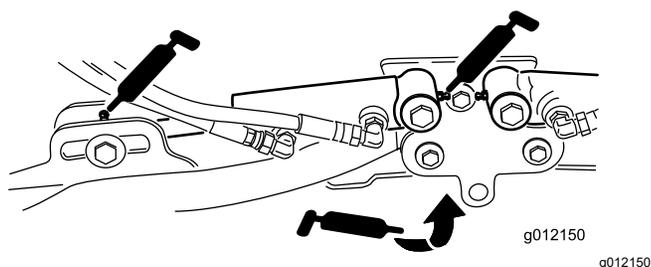

Рисунок 42
- Цилиндры подъемных рычагов режущего блока (по 2 шт.) (Рисунок 42).
- Оси поворота подъемного рычага (по 1 шт.) (Рисунок 42)